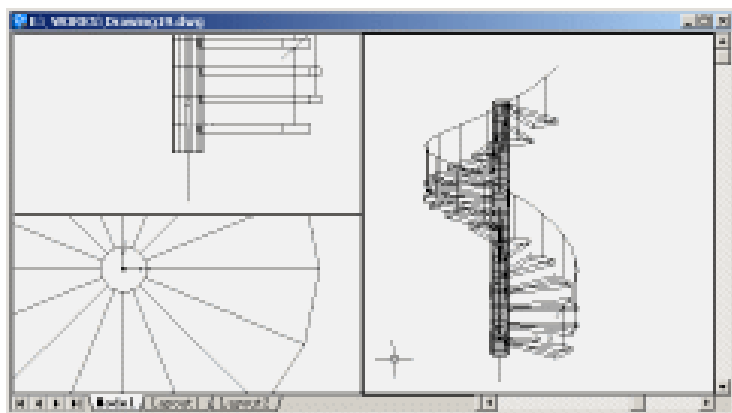

图 19.22 绘制其他的阶梯
(12) 参照第 (10) ~ (11) 步，还可以绘制出其他的阶梯，如图 19.22 所示。